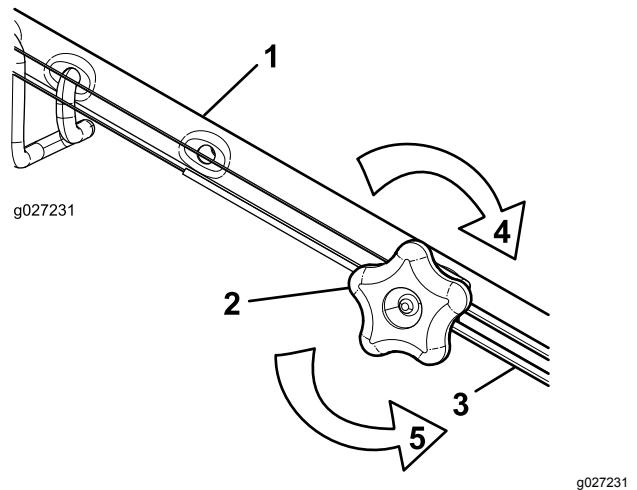

図 36
2. ケーブル 図 36 を押し引きして適当な位置に調整できたら、その位置に保持する。
1. 調整ねじを左に回してケーブルの調整をゆるめる 図 36。